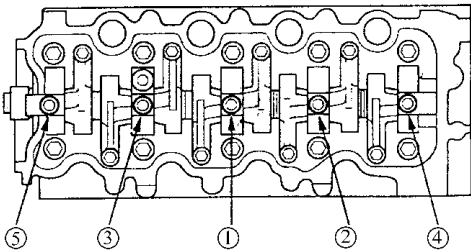

图 2-128 摇臂总成螺栓安装拧紧顺序
- 2) 按图 2-128 所示顺序，一次转动 2 圈锁紧每一只螺栓。规定力矩：29N·m。